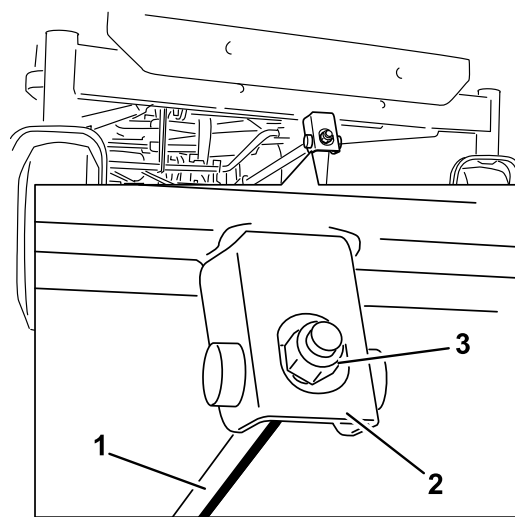

Figure 56
- Pour régler l'inclinaison avant/arrière des lames, tournez l'écrou de réglage à l'avant du tablier de coupe (Figure 56).